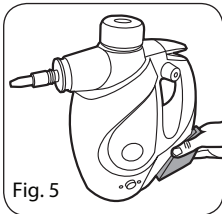

Fig. 5
1. Pour dégager et sortir le réservoir d'agent de nettoyage appuyer sur les boutons de relâche se trouvant sur les côtés du réservoir (Fig. 5).